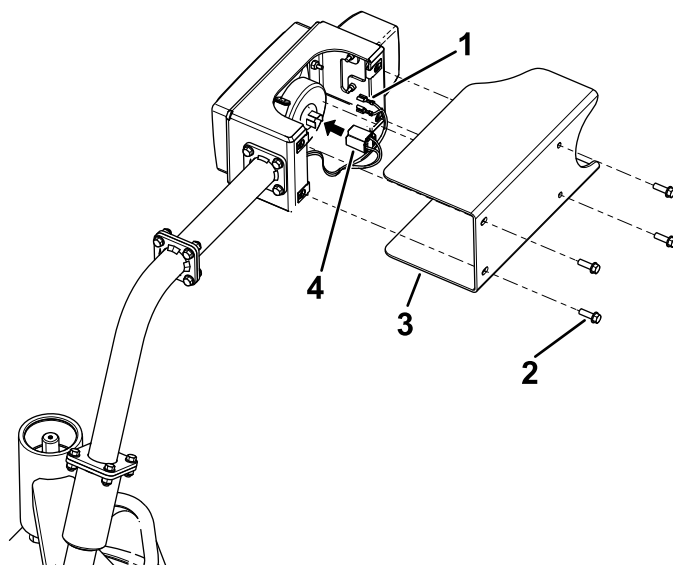

Figura 11
1. Retire los protectores de los faros (Figura 11).
4. Instale los conectores eléctricos de las luces delanteras (Figura 11).
5. Instale los protectores en los faros (Figura 11).